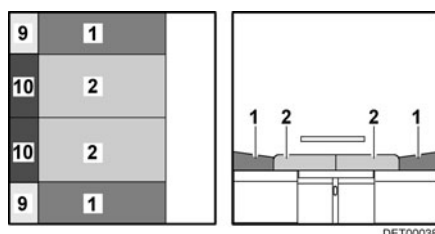

Fig. 107 Después de la transformación
- Tirar de los cojines del asiento (Fig. 107,2) hacia delante y hacia el centro.
- Colocar los cojines del respaldo (Fig. 107,1) entre los cojines del asiento y la pared.
- Colocar los cojines adicionales (Fig. 107,9) entre los cojines del respaldo y la pared.
- Colocar los cojines adicionales (Fig. 107,10) entre los cojines del asiento y la pared.
- ▷ Según el modelo, se deberán insertar dos cojines adicionales más pequeños en lugar del segundo cojín del respaldo (Fig. 107,1) y del segundo cojín adicional (Fig. 107,9).